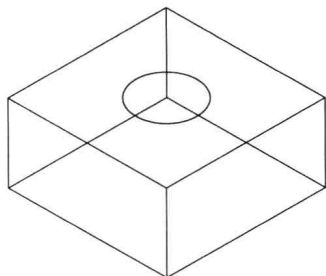

图 1.6 圆弧
(5) 依次选择构图、画圆弧、圆心点菜单，输入圆心 (0, 0, 50)，半径：20，回车，注意，输入坐标后要按三次回车以确认三个坐标值，最后得到图 1.6。再点击实体、挤出，设置距离：50，选取圆弧，回车，得到图 1.7 所示。注意控制选取圆弧时的方向，如果方向箭头相反，则实体会向下挤出。